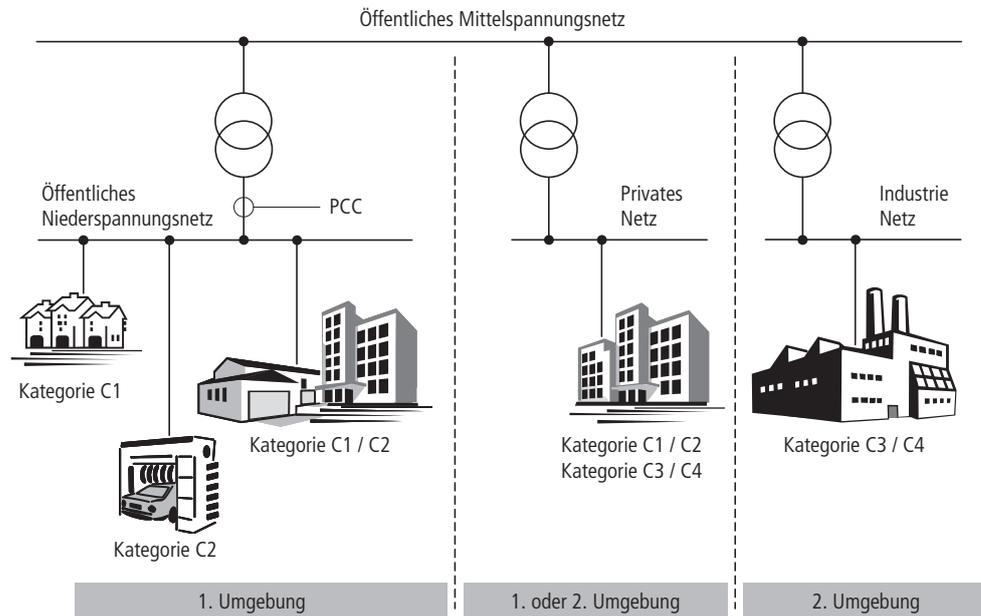

Abbildung 10: EMV-Umgebung und Kategorie
Mit einer Gleichstromdrossel (DC-Drossel) im Zwischenkreis des Frequenzumrichters kann der THD-Wert auf etwa 40 % reduziert werden. Diese aufwendige und kostenintensive Lösung ist bei Frequenzumrichtern erforderlich, deren Eingangs-Bemessungsstrom 16 A in einer Phase überschreitet und bis zu einschließlich 75 A je Phase beträgt, und die zum Anschluss an öffentliche Niederspannungs-Wechselstromnetze vorgesehen sind (IEC/EN 61000-3-12). Meßpunkt für die Oberschwingungsverzerrung (THP) ist der PCC (Point of Common Coupling) im öffentlichen Niederspannungsnetz (\rightarrow Abbildung 10, Seite 36)
Eine Erklärung zur Konformität (CE) bezieht sich immer auf ein "typisches" Antriebssystem (PDS). Die Verantwortung zur Einhaltung der gesetzlichen Grenzwerte und damit die Sicherstellung der elektromagnetischen Verträglichkeit liegen letztendlich beim Endanwender oder Betreiber der Anlage. Er muss Maßnahmen zur Minimierung oder Beseitigung einer Störaussendung (Emission) in der jeweiligen Umgebung treffen (→ Abbildung 10). Zum anderen muss er Möglichkeiten nutzen, um die Störfestigkeit (Immission) der Geräte oder Systeme zu erhöhen.